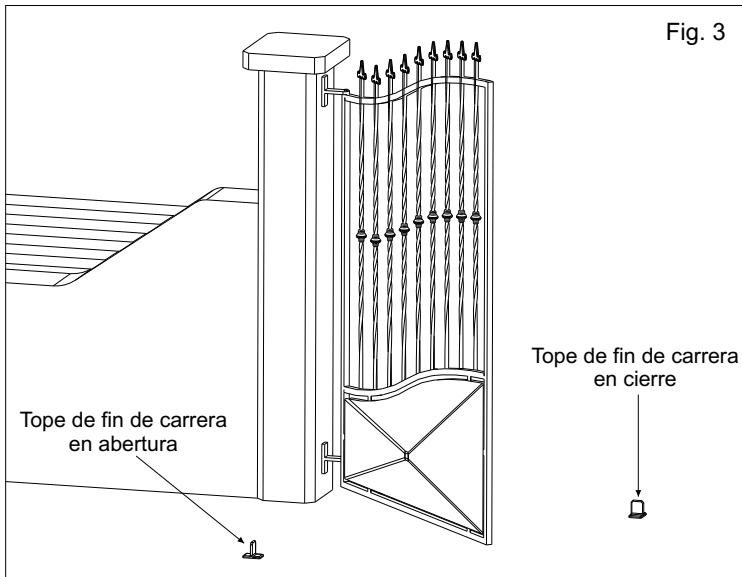

Fig. 3
- E. pues que no están previstos los fin de carreras en el actuador, es necesario instalar topes mecánicos de fin de carreras para fijarlos en el suelo en cierre y en abertura (Fig. 3).